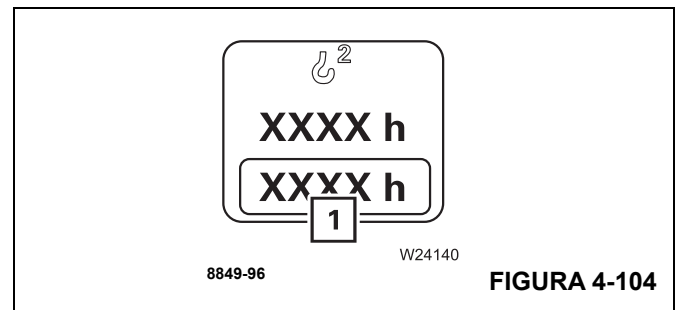

FIGURA 4-104
Puede exhibir las horas de funcionamiento (1), (Figura 4-104), del malacate. Consulte la sección *Menú de horas de funcionamiento*, página 3-55.